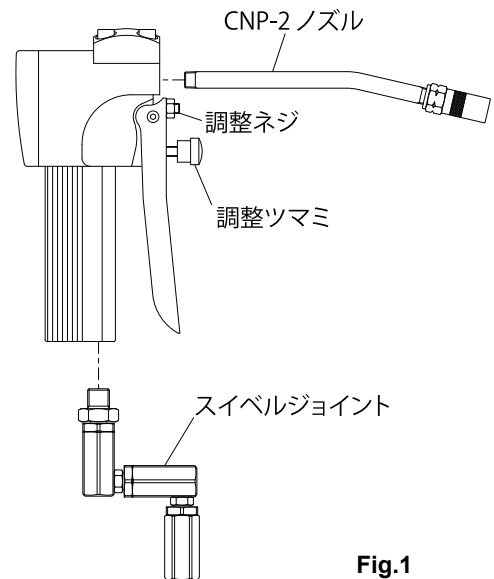

Fig.1
- 2) 本製品に付属のノズルをガンの吐出孔にねじ込んでください。(Fig.1)